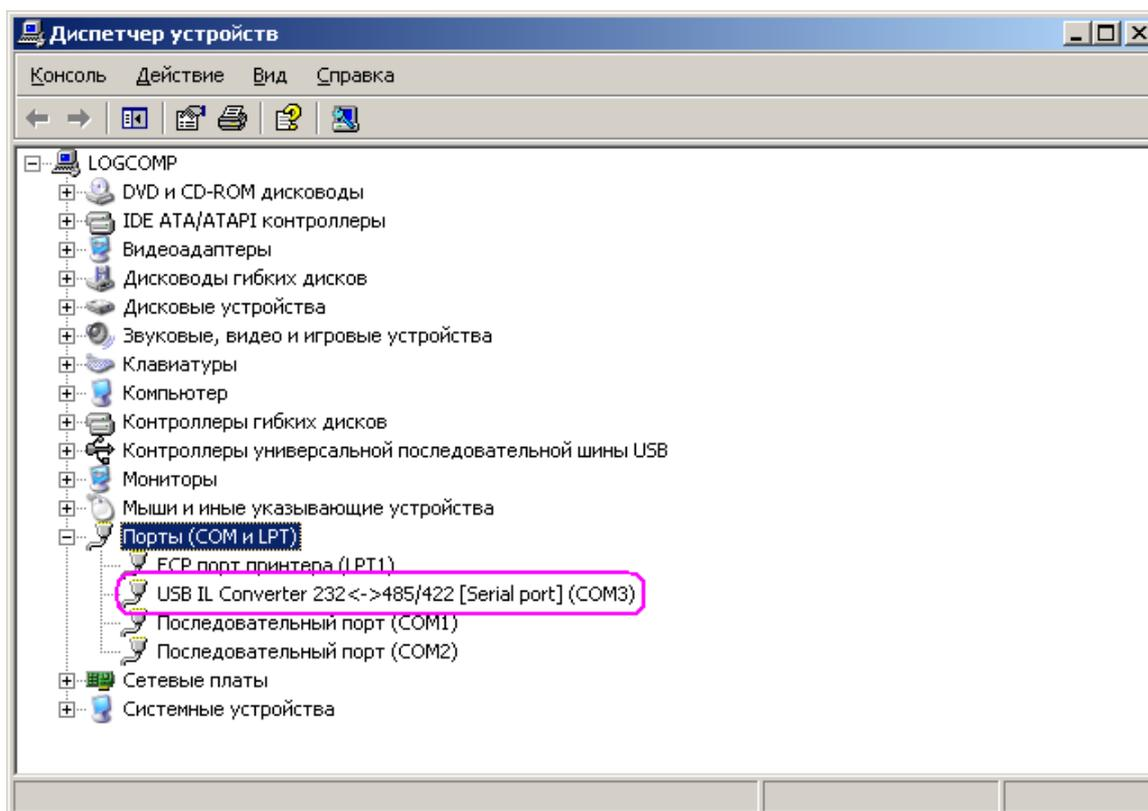

Рисунок 1 - Древовидное меню
- 1.4. В появившемся древовидном меню (рисунок 1) раскрыть узел «Порты (COM и LPT)», для чего нажать на значок ;